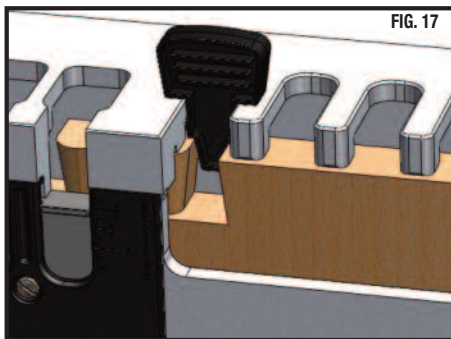

FIG. 17
- Mueva la madera dentro del dispositivo y coloque la última ranura del corte anterior en el último canal del dispositivo. (Fig. 17)